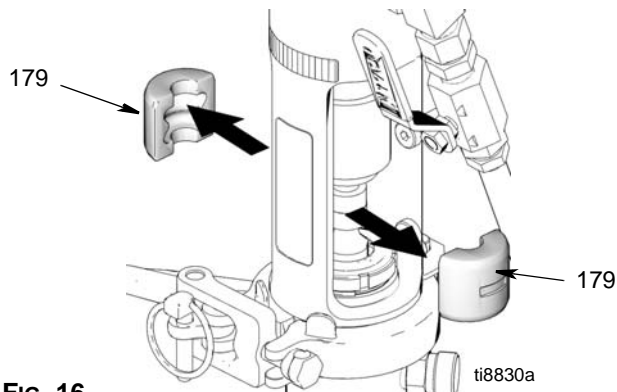

FIG. 16
6. (Afb. 16) Verwijder de stangkoppelingen (179).